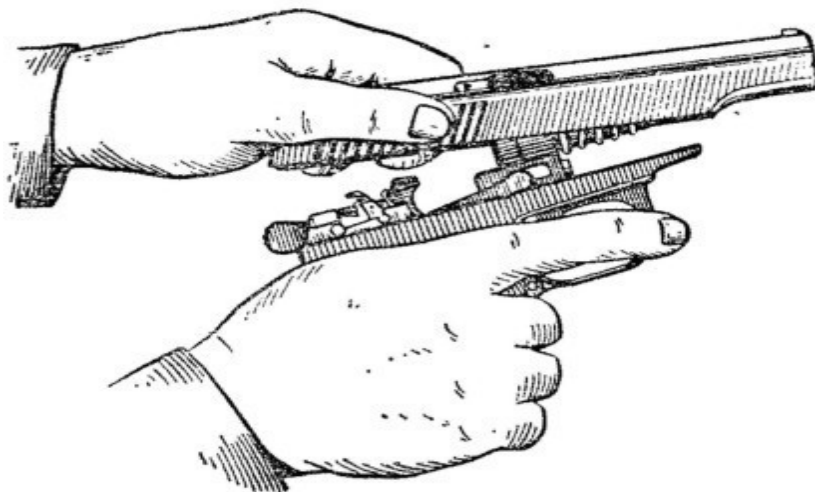

Рис. 6. Введение свободного конца возвратной пружины в канал затвора
2) Присоединить затвор к рамке. Удерживая рамку за рукоятку в правой руке, а затвор в левой, ввести свободный конец возвратной пружины в канал затвора (рис. 6) и отвести затвор в крайнее заднее положение так,
6 Надеть на ствол возвратную пружину (рис. 6). Взяв рамку за рукоятку в правую руку, левой рукой надеть возвратную пружину на ствол обязательно тем концом, в котором крайний виток имеет меньший диаметр по сравнению с другими витками.